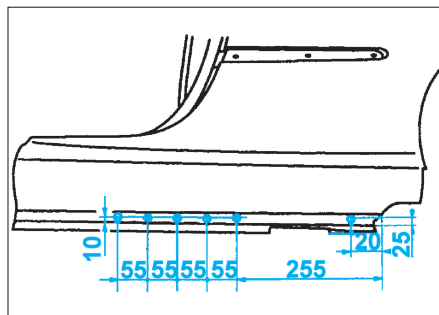

FIG. 110
- Percer sur le pourtour de l'aile, des trous de Ø 6,5 mm pour soudage ultérieur par points bouchons (Fig.110).